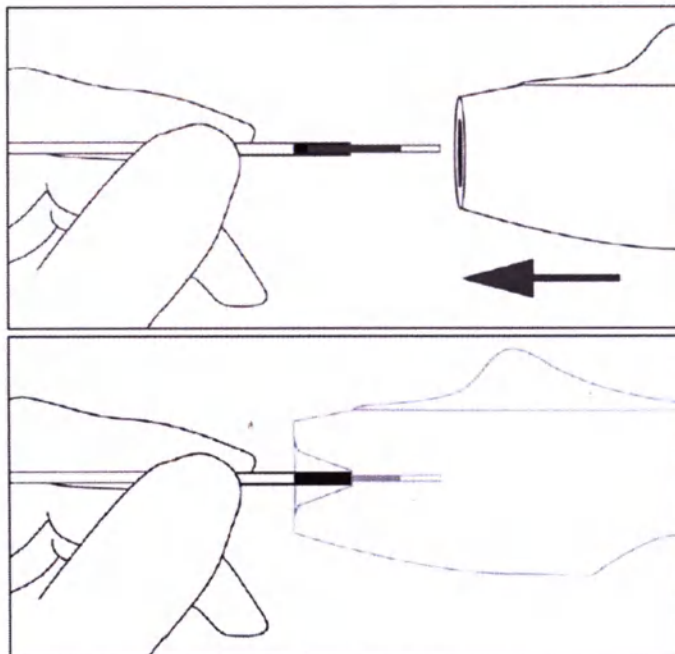

Рисунок 14 – Установка системы спиралей в инструмент для установки спирали
2. Продвигайте толкатель спирали в инструмент для установки спирали до тех пор, пока черная зона выравнивания не будет полностью скрыта внутри воронки инструмента, и толкатель не остановится внутри (рис. 14).